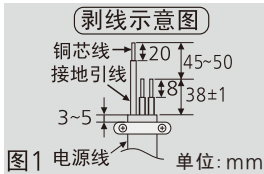

图1 电源线 单位: mm
- ❗ 剥线长度, 请按照剥线示意图(右图1)进行剥线, 如剥线过长, 可能会导致产品短路或造成火灾。